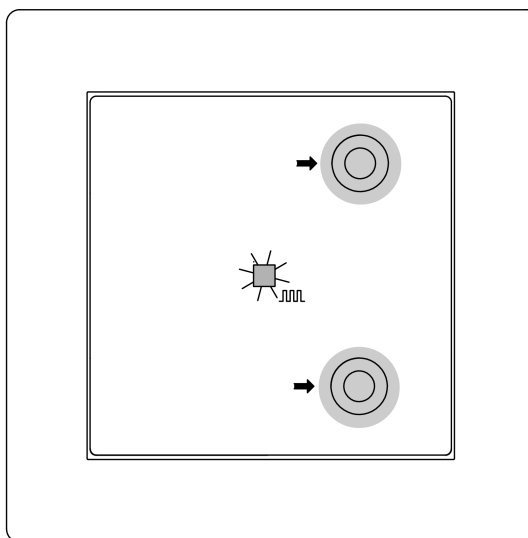
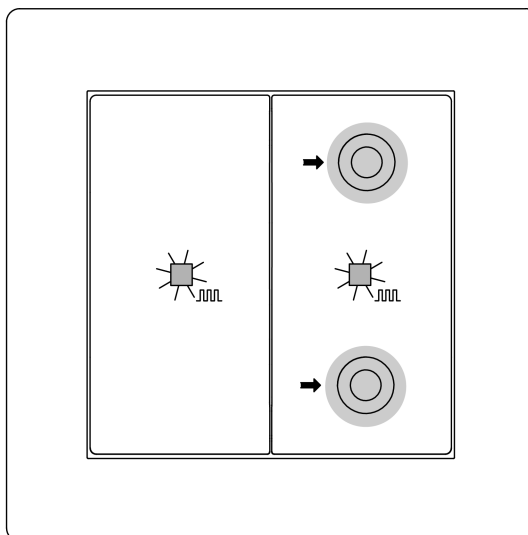

рисунок 5: Активация режима программирования (1-местное устройство)
рисунок 6: Активация режима программирования (2-местное устройство)
Программирование физического адреса и прикладной программы, 1-местное устройство (рисунок 5) и 2-местное устройство (рисунок 6)
- Активация режима программирования: одновременно нажмите верхнюю правую и нижнюю правую кнопки и удерживайте их нажатыми более 4 секунд — для одно-местного устройства (рисунок 5) и двухместного устройства (рисунок 6).